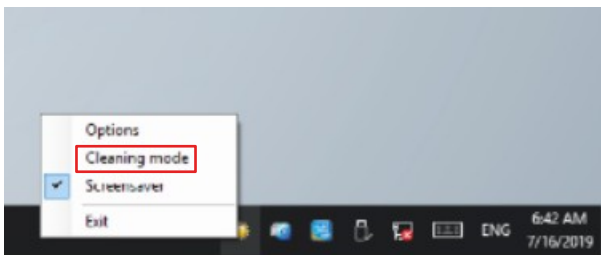

Abb. 18: CP69xx_Auswahl Cleaning Mode
3. Wählen Sie den „Cleaning Mode“ aus (siehe Abb. 18).